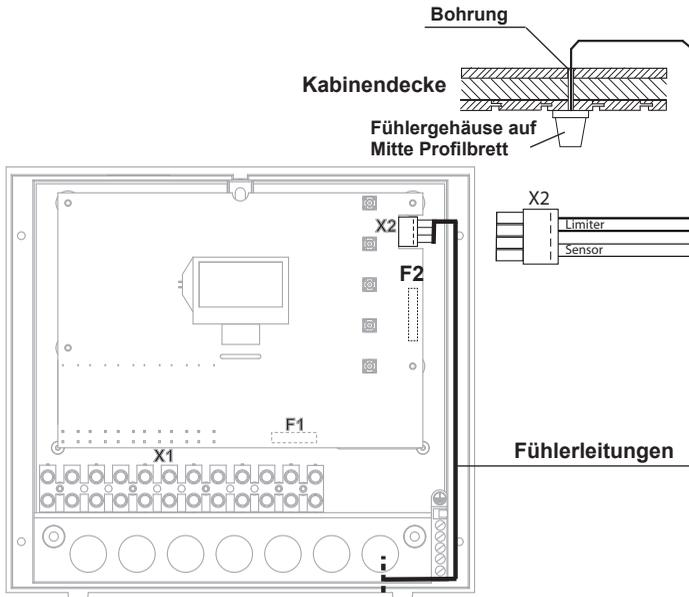

Abb. 10
5. Führen Sie die Fühlerleitungen zum Steuergerät und führen sie durch die rechte Kabeleinführung in das Gerät. Verlegen Sie die Fühlerleitungen innerhalb des Steuergerätes wie in Abb. 10 gezeigt. Schließen sie die Fühlerleitungen gemäß Abb. 11 an. Hierzu wird der Stecker **X2** von der Platine abgezogen und nach dem Anschließen wieder eingesteckt.